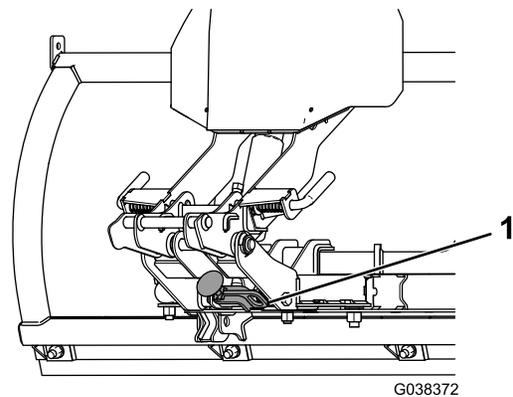

Bild 12
1. Den Haltegriff des Ständers nach außen ziehen und drehen, um den Ständer abzusenken (Bild 12).